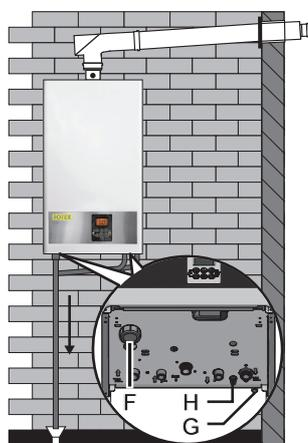

Figura 4-13 Raccordo del tubo di scarico della condensa
Lo sfianto della sovrappressione del sistema è garantito dalla valvola di sicurezza integrata nell'apparecchio. La valvola di sicurezza e un dispositivo di sfianto automatico vengono montati nell'alloggiamento della pompa di circolazione riscaldamento mediante un collegamento a spina. Eventuale acqua di riscaldamento che fuoriesce dalla valvola di sicurezza viene trasportata da un tubo flessibile trasparente corto (figura 4-13, pos. G) fuori da ROTEX GW.
- Portare tubo flessibile di deflusso condensa (\varnothing 18/24 mm) collegato al sifone della condensa (figura 4-13, pos. F) con pendenza costante e bocchettone libero al collegamento di canalizzazione. Il deflusso completo non può essere richiudibile e deve deviare la condensa verso l'esterno in maniera sicura e riconoscibile. All'occorrenza il tubo corrugato fornito di fabbrica deve essere sostituito da un tubo in plastica adatto con un diametro interno minimo di 13 mm.
Mediante i raccordi dei tubi che sporgono dal lato inferiore dell'apparecchio tra il ritorno riscaldamento e il collegamento dell'acqua fredda (figura 4-13, pos. H) all'occorrenza è possibile svuotare la caldaia.